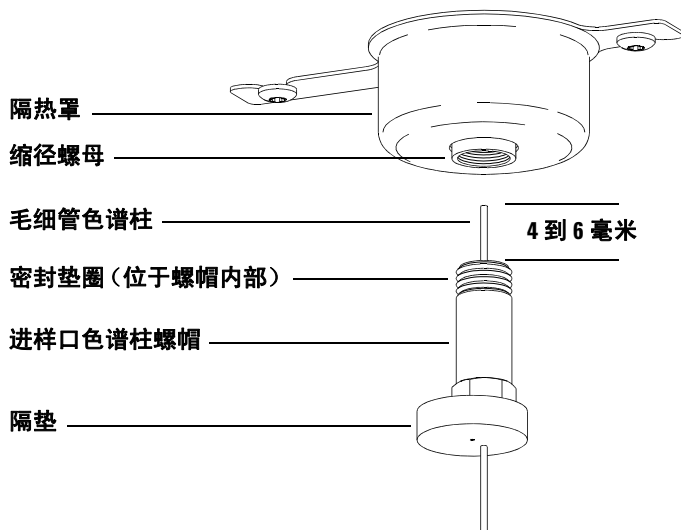

图 3 在分流 / 无分流进样口中安装毛细管色谱柱
- 2 调整色谱柱，使其比密封垫圈端部高出 4 至 6 毫米（见图 3）。